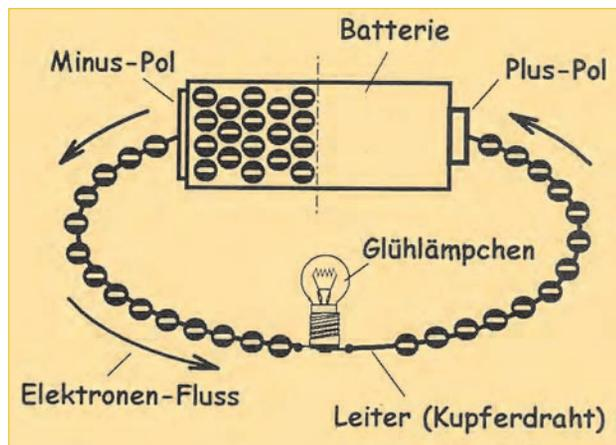

Abb. 1.3 – Die Elektronen fließen vom Plus- zum Minus-Pol.
Schließt man an die beiden Pole einer Spannungsquelle einen Stromverbraucher an, fließt ein elektrischer Strom, weil sich die Elektronen oder negativen Ladungsträger bewegen. Der elektrische Strom verhält sich nach Abb. 1.2 wie Wasser in einer Leitung: So wie durch die beiden Schläuche eine bestimmte Menge Wasser fließt, fließen durch jeden metallischen Leiter eine bestimmte Anzahl von Elektronen pro Sekunde. Diese elektrische Stromstärke wird in Ampere (A) angegeben. In Elektrotechnik und Elektronik treten meist Ströme zwischen einigen Mikroampere (μA) und mehreren Ampere auf. Mikro heißt dabei 10^{-6} , so dass $1 \mu\text{A}$ ein Millionstel Ampere ist. Ein Multimeter kann Ströme bis 1 A oder noch größer korrekt erfassen. Da die Elektronen negativ geladen sind, bewegen sie sich außerhalb der Spannungsquelle vom Minus- zum Plus-Pol (Abb. 1.3). Man spricht dabei auch von der physikalischen Stromrichtung. Bei ihrer Bewegung erzeugen sie ein Magnetfeld, dessen Stärke mit der Stromstärke zunimmt (Abb. 1.4). Dieser Elektromagnetismus wird in der Elektrotechnik genutzt.